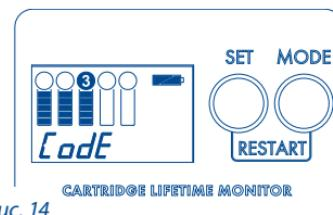

Рис. 14
- Нажать и удерживать кнопку MODE до звукового сигнала, после этого появится надпись CodE (Рис. 14).